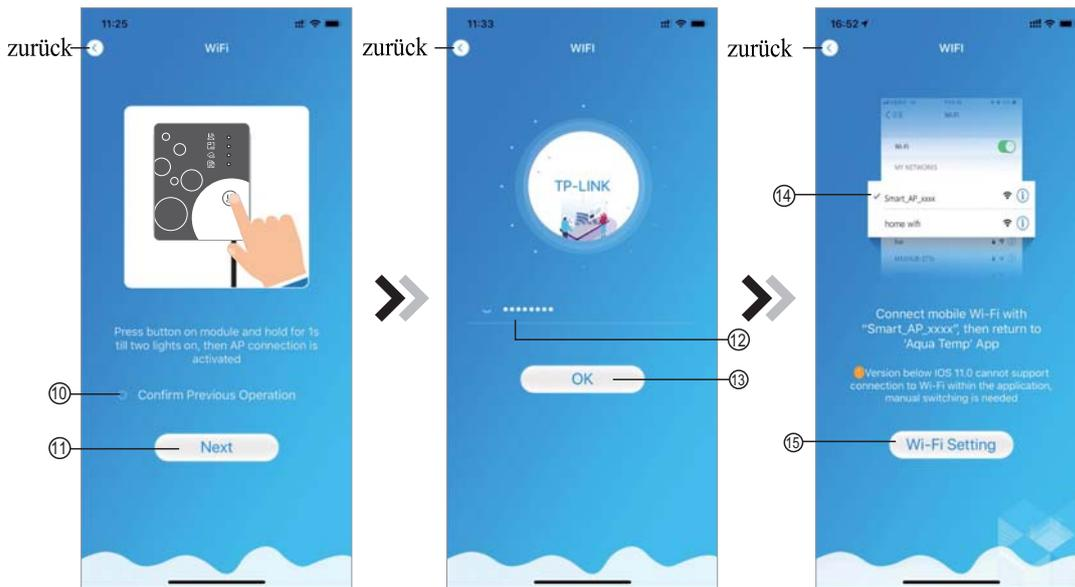

Abb. 7 WIFI-Modul AN-Oberfl. Abb.8 Passwort eingeben-Oberfl. Abb.9 Festg. WIFI-Verb.aufbauen
1. Befolgen Sie die Anweisungen auf der Seite (Abb. 7), drücken Sie die Taste auf dem Modul und halten Sie sie für 1s gedrückt, bis zwei Lichter aufleuchten, dann ist die AP-Verbindung aktiv, klicken Sie ⑩, um den Vorgang zu bestätigen, klicken Sie ⑪, um die Seite zu wechseln;
2. Klicken Sie ⑫, um das WIFI-Passwort für die aktuelle Verbindung einzugeben, klicken Sie ⑬, um den Vorgang zu bestätigen;